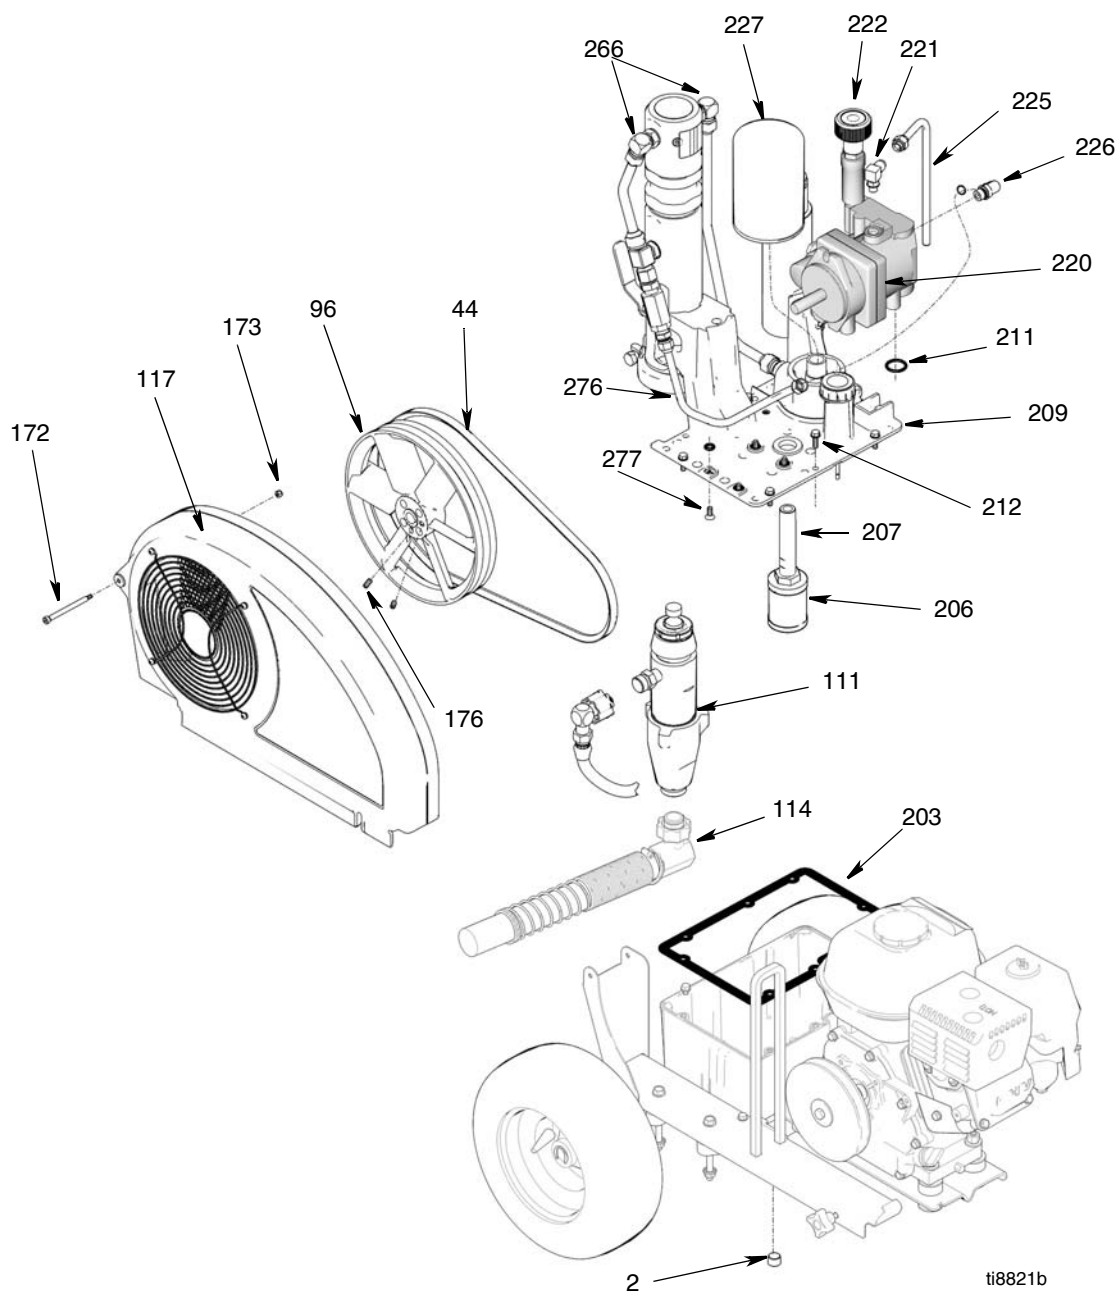

Рис. 2
(Рисунок 2)
3. Выкрутите пробку сливного отверстия (2) и снимите масляный фильтр (227), чтобы гидравлическое масло могло стечь.
4. Рис. 2. Отсоедините трубку всасывания (114).
5. Отсоедините насос (111), стр. 15.
6. Выкрутите винт (172), скрутите гайку (173) и снимите кожух ремня (117).
7. Приподнимите двигатель и снимите ремень (44).
8. Выкрутите два установочных винта (176) и снимите шкив вентилятора (96).
9. Снимите трубку для дренажа из корпуса (225).
10. Снимите колено (221).
11. Снимите трубку (276) с колена (226). Снимите колено (226) с гидравлического насоса (220).
12. Выкрутите восемь винтов (212), снимите крышку резервуара (209), узел фильтра (206) и манжету (203).
13. Выкрутите четыре винта (277) и снимите гидравлический насос (220) с крышки резервуара (209).
1. Установите гидравлический насос (220) на крышку резервуара (209) с использованием четырех винтов (277); затяните с усилием в 90-110 дюйм-фунт (10,1-12,4 Н·м).
2. Установите манжету (203) и крышку резервуара (209) с использованием восьми винтов (212); затяните с усилием в 110+/-5 дюйм-фунт (12,4 +/- 0,5 Н·м).
3. Установите колено (226) в гидравлический насос (220). Установите колено (226) в трубку (276). Затяните с усилием в 25 дюйм-фунт (33,9 Н·м).
4. Установите колено (221); затяните с усилием в 15 дюйм-фунт (20,3 Н·м).
5. Установите трубку для дренажа из корпуса (225); затяните с усилием в 15 дюйм-фунт (20,3 Н·м).
6. Установите шкив вентилятора (96) с использованием двух установочных винтов (176).
7. Приподнимите двигатель и заправьте ремень (44).
8. Установите кожух ремня (117) с помощью винта (172) и гайки (173).
9. Подсоедините насос (111), стр. 15.
10. Рис. 2. Подсоедините трубку всасывания (114).
11. Вкрутите пробку сливного отверстия (2); затяните с усилием в 110 дюйм-фунт (12,4 Н·м). Установите масляный фильтр (227); затяните еще на 3/4 оборота после соприкосновения манжеты с основанием. Залейте гидравлический насос гидравлическим маслом Graso, стр. 6, через коленный патрубок (221) до полного заполнения. Заполните резервуар оставшимся гидравлическим маслом.